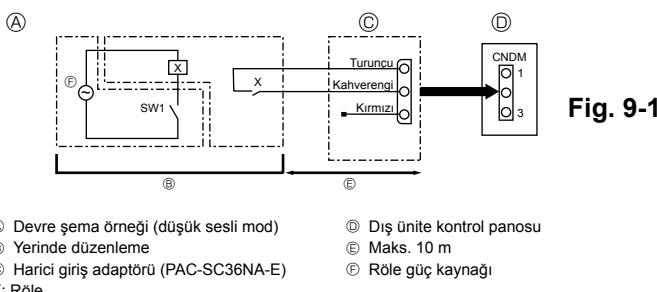

Fig. 9-1
9.1. Düşük sesli mod (verinde değişiklik) (Fig. 9-1)